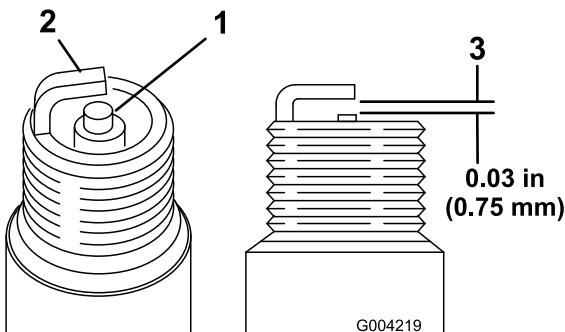

图16
1. 查看两个火花塞的中心 图16。如果您看到绝缘体上有浅棕色或浅灰色涂层、说明发动机运行正常。如果绝缘体上的涂层为黑色、则通常意味着空气滤清器已变脏。
2. 检查中心电极与侧电极之间的气隙 图16。
3. 如果气隙不正确请弯转侧电极图16。